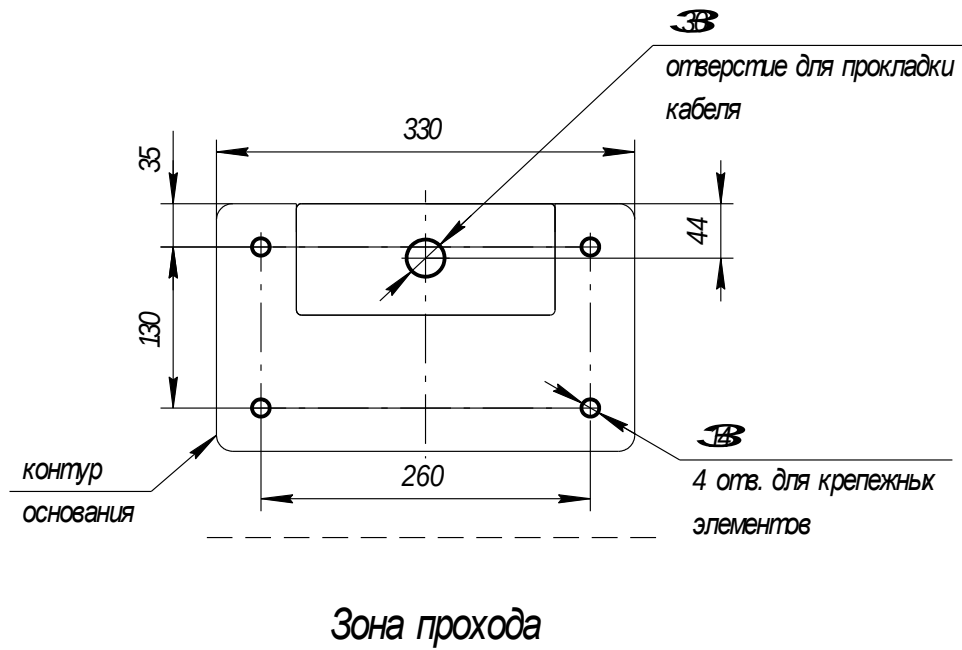

Рис. 4
2) Подготовить в полу 4 отверстия под крепежные элементы (см. Рис. 4) и паз для прокладки кабелей.